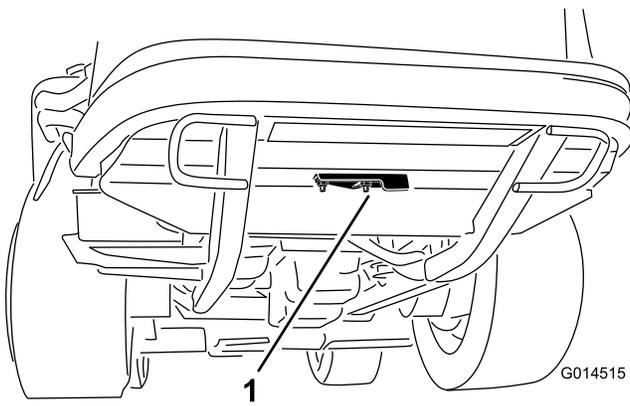

Bild 35
2. Lockern Sie die Bundmutter, die den Reinigungsdeckel an der Unterseite des Hinterrahmens befestigt (Bild 35). Drehen Sie den Deckel zur Seite, um die Reinigungsöffnung im Rahmen freizulegen.